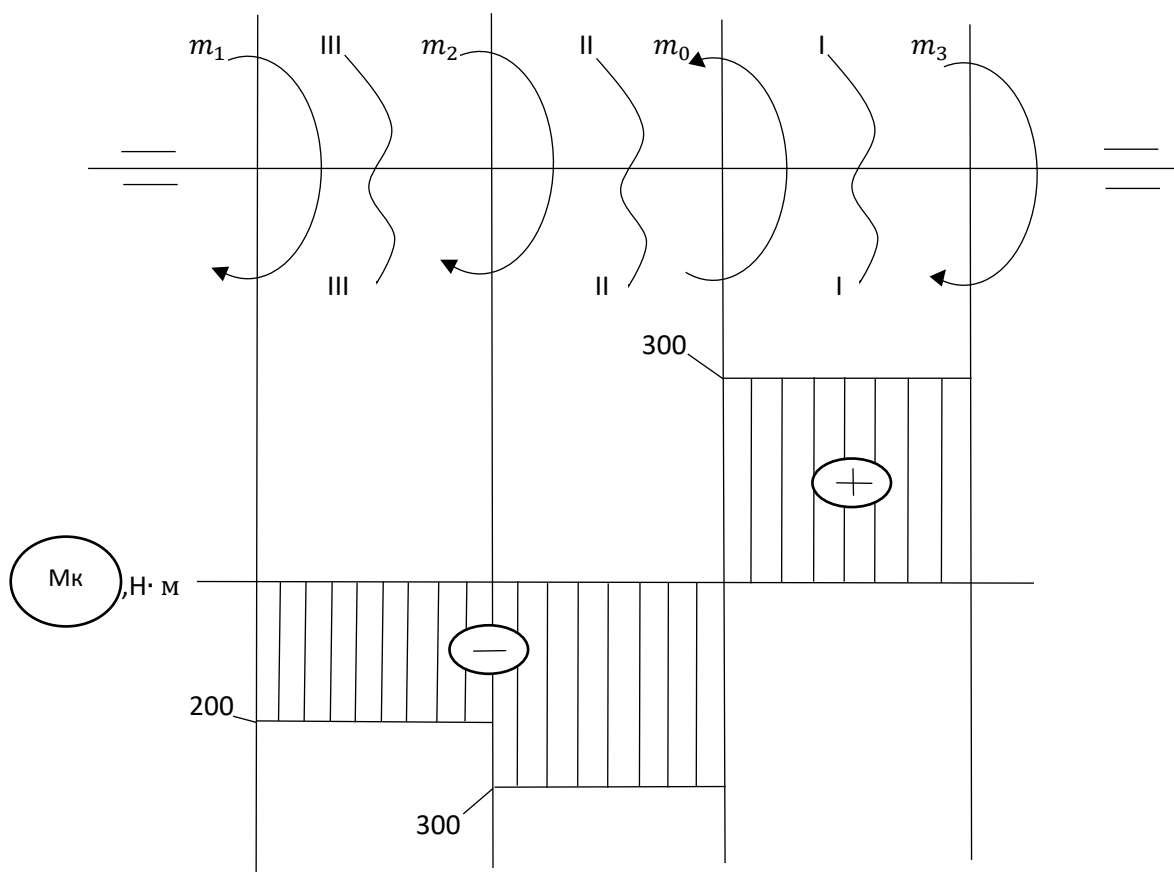

Рисунок 1 – Эпюра крутящих моментов по длине вала
4. Строим эпюру крутящих моментов по длине вала, при этом заметим, что скачок на эпюре всегда численно равен приложенному вращающему моменту (рис.1).